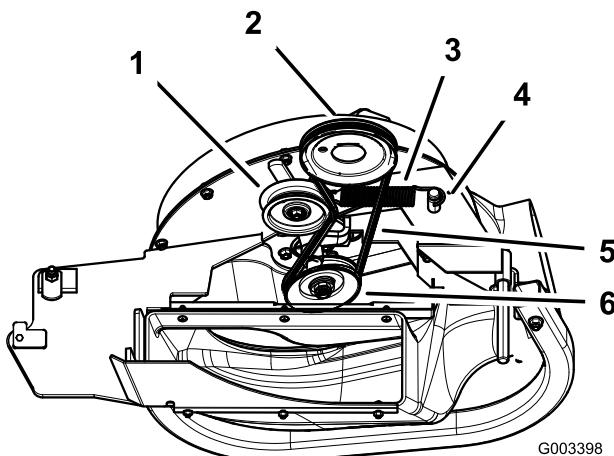

Figura 39
3. Tire hacia atrás de la polea tensora tensada con muelle para aliviar la tensión de la correa (Figura 39).
5. Instale la correa nueva alrededor de las poleas del soplador y de la polea de la carcasa de corte (Figura 39).
7. Tire hacia atrás de la polea tensada con muelle y pase la correa por la misma (Figura 39).